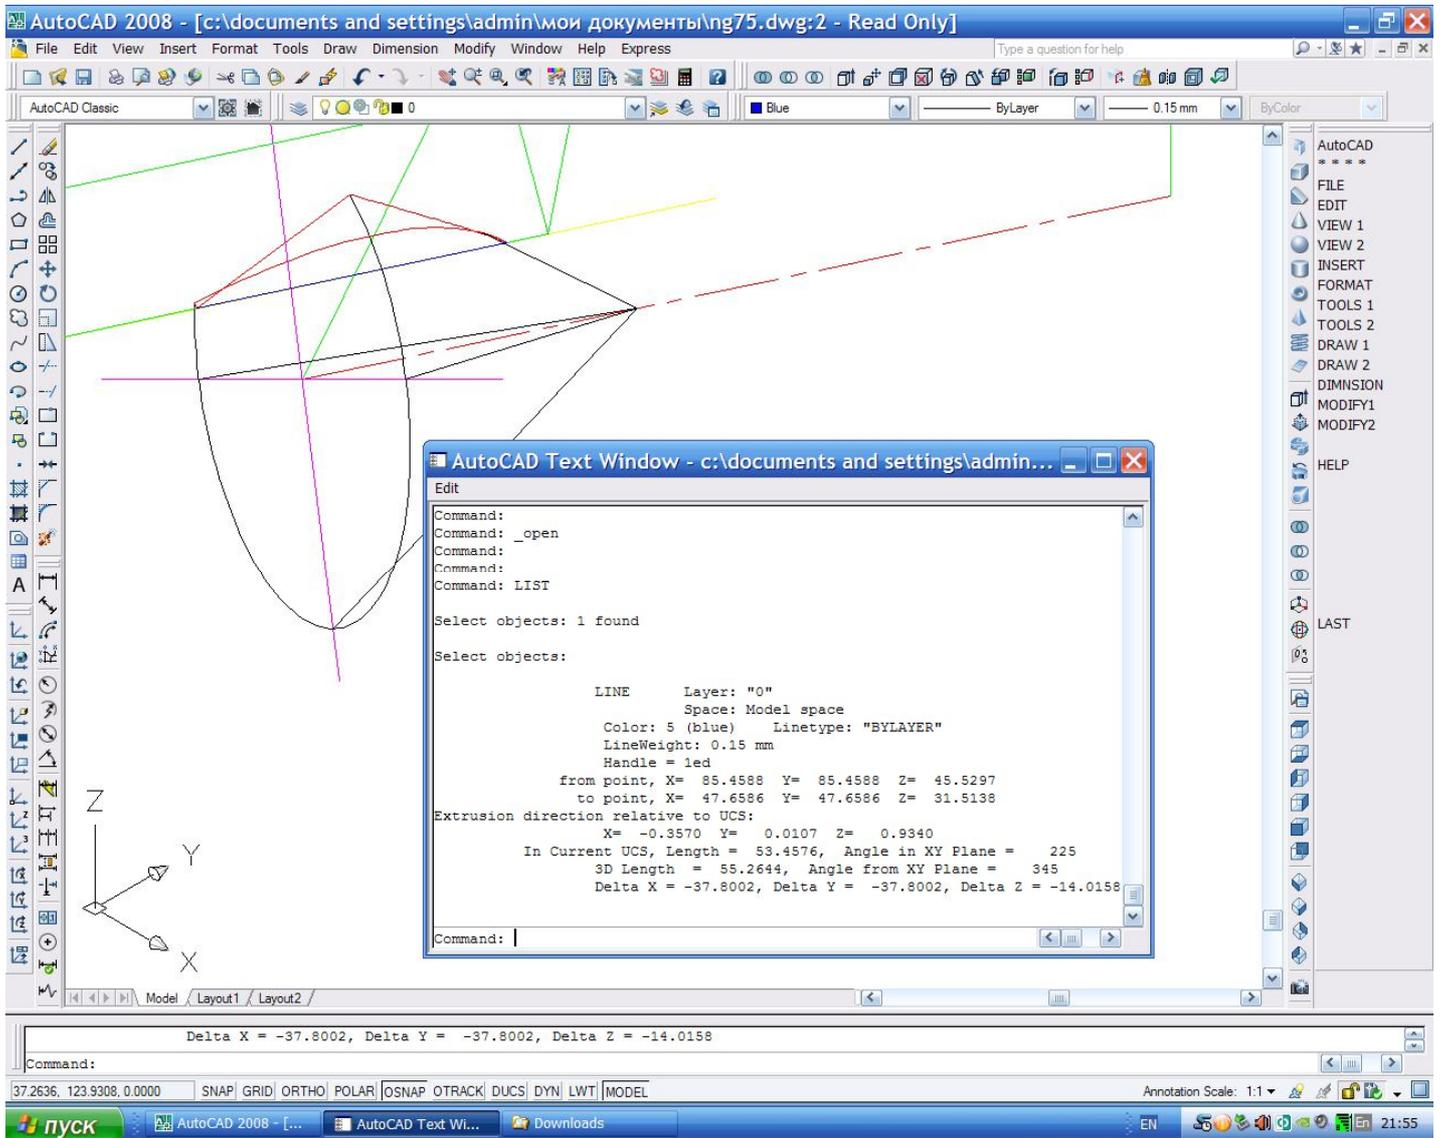

Рис.21.12
12. Осталось с помощью команды **LIST** ↓ определить координаты и другие параметры точек пересечения прямой **MN** с поверхностью эллиптического конуса (Рис.21.12.):